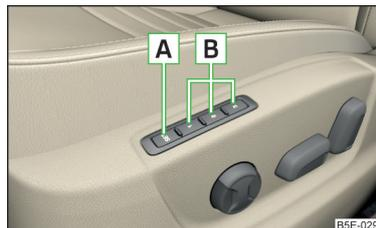

Abb. 74
Jeder der drei Speichertasten **B** » Abb. 74 kann eine Einstellposition zugeordnet werden.
- Die **SET**-Taste (Position **A**) » Abb. 74 drücken.
- Die gewünschte Speichertaste **B** » Abb. 74 drücken.
- › Eine beliebige Speichertaste **B** › **Abb. 74 auf Seite 86** drücken und gedrückt halten.
- › Die **SET**-Taste (Position **A**) › **Abb. 74 auf Seite 86** drücken und gedrückt halten.